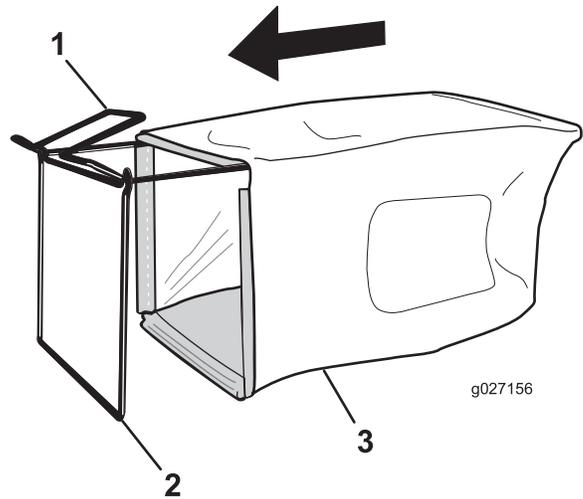

Figure 12
1. Glissez le bac sur l'armature, comme montré à la Figure 12.
Remarque: Ne faites pas passer le bac sur le guidon (Figure 12).